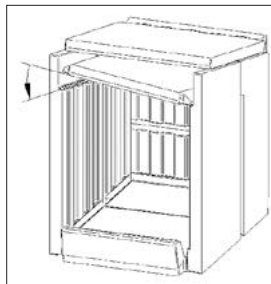

Abb. 5c
Die Prallplatte (10) ist in gleicher Art einzusetzen (s. Abb. 5c), liegt jedoch gemäß Abb. 5d mit einem Abstand von 15-30mm an der vorderen Gerätefront an. Der sich ergebende Schlitz zwischen Stahlkorpus und Prallplatte ist eine Maßnahme zur Verringerung des Rauchaustrittes von kalten Kachelofeneinsätzen bei Abgasanlagen mit zu geringem Förderdruck in der Startphase. Sofern der Einsatz ca. 15-20 min in Betrieb ist, baut sich über die Nachverbrennungszone bzw. die Abgasanlage der notwendige Förderdruck auf und die Heizgase werden fast ausschließlich nach hinten abgeführt.